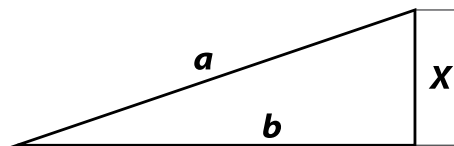

Рис. 3
Косвенные измерения по теореме Пифагора (Рис. 3, 4, 5, 6)
1. Рассчитывается вторая сторона, для чего находится гипотенуза и первая сторона (Рис. 3). Чтобы перейти в режим косвенных измерений по теореме Пифагора, три раза подряд нажмите кнопку (3). Появляется значок «треугольника» с мигающей гипотенузой. Для измерения длины гипотенузы «А» нажмите кнопку (1). Чтобы измерить длину первой стороны «В», еще раз нажмите кнопку (1). После чего устройство рассчитывает длину второй стороны «Х».